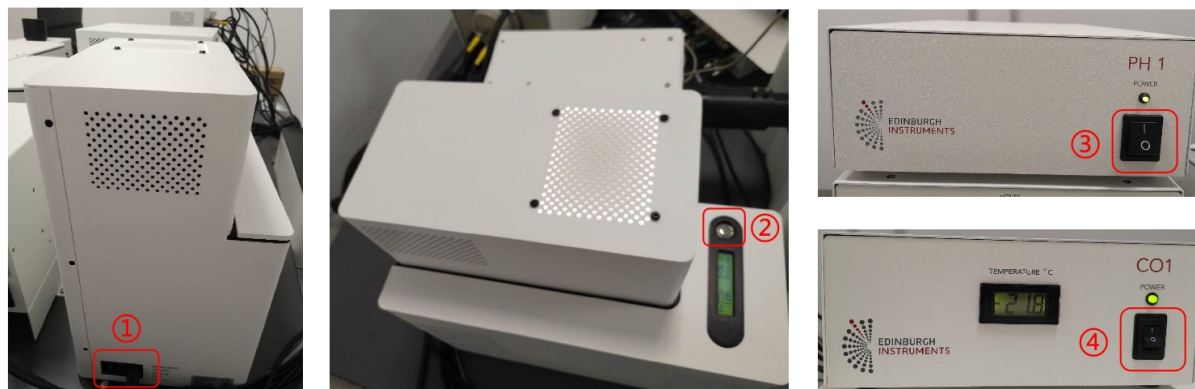

图 6-3 紫外可见波段稳态测试的开机顺序
6.3.1 **紫外可见**波段稳态测试的开机顺序：氙灯每次点灯时瞬时电压非常高，为了避免对仪器造成冲击，**稳态测试必须先开氙灯**，如图 6-3 所示：① 先打开氙灯的风扇；② 打开氙灯；③ 打开总控制电源 PH1；④ 打开 PMT 电制冷装置 CO1。